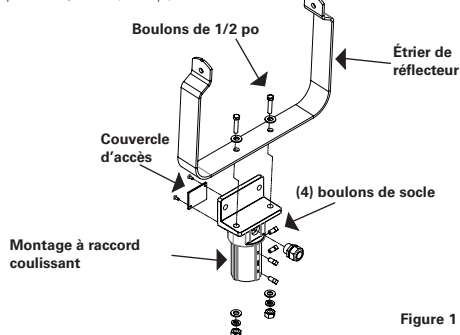

Figure 1 - SFA6
1. À l'aide des boulons de 1,25 cm (1/2 po), des écrous et des rondelles de blocage fournis, attacher solidement l'étrier du réflecteur à la bride du montage à raccord coulissant SFA6. Consulter la figure 1 pour l'assemblage du montage à raccord coulissant. Serrer les boulons au couple de 61,0 N.m (45 lb-pi).